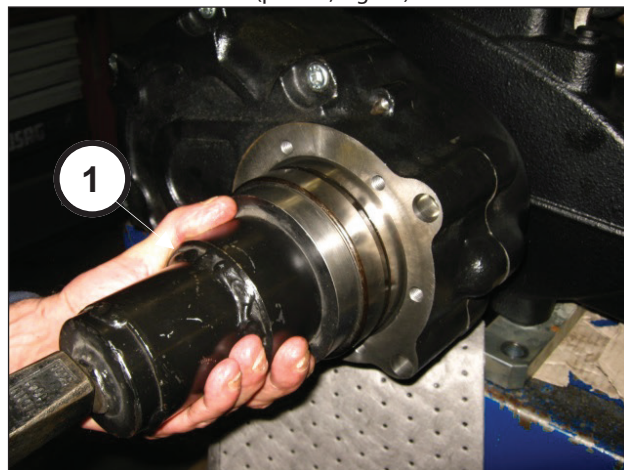
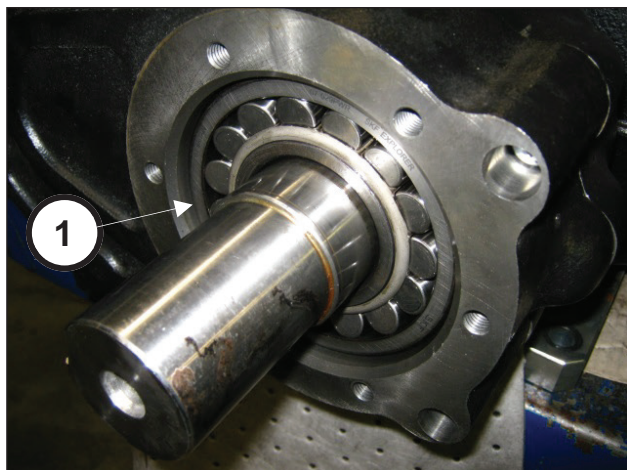

Fig. 88
Fig. 89
Usando a ferramenta cód. 27884700 (pos. ①, Fig. 88) leve o rolamento até o batente (pos. ①, Fig. 89).